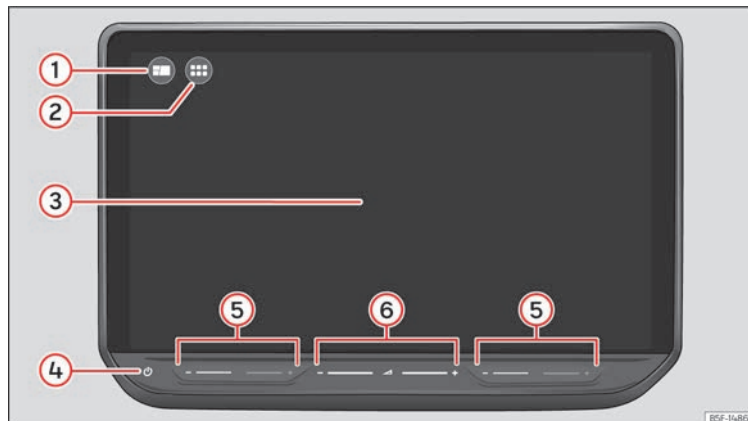

Abb. 180 Übersicht: Schalteinheit.
Gestalten Sie das übergeordnete Menü und die Ansicht HOME » (Abb. 180) ① individuell, um schnell auf die bevorzugten oder am häufigsten verwendeten Funktionen zuzugreifen.